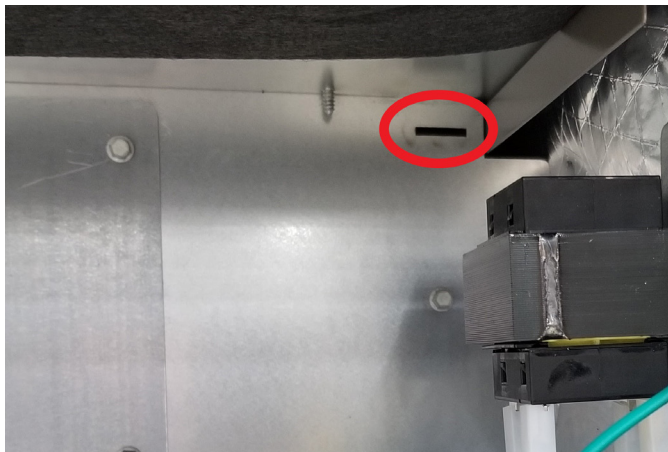
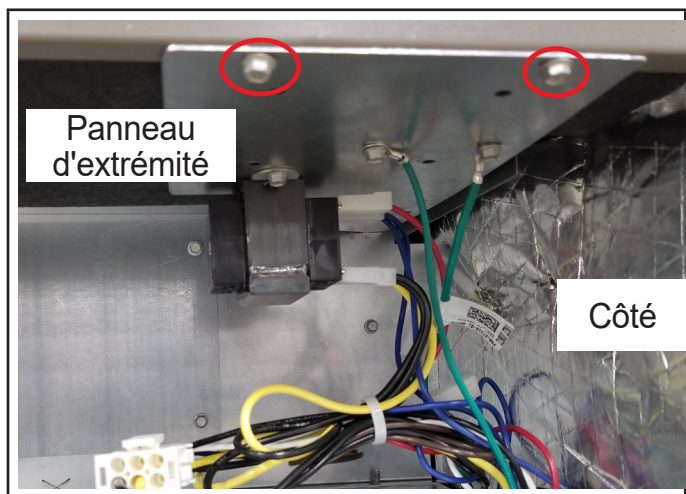

FIGURE 4. Fente pour le déplacement du panneau du contrôleur
FIGURE 5. Panneau du contrôleur déplacé vers le panneau d'extrémité (Configuration horizontale avec refoulement par la droite)
Pour éviter que l'humidité n'endommage le contrôleur dans certaines configurations de refoulement par la droite, déplacez le panneau du contrôleur jusqu'au panneau d'extrémité, comme illustré à la figure 5.
- 2 - Faites glisser le panneau du contrôleur dans l'encoche du panneau de fixation du chauffage électrique (figure 4). À l'aide des vis retirées à l'étape 1, fixez le panneau du contrôleur au panneau d'extrémité, comme illustré à la figure 5.